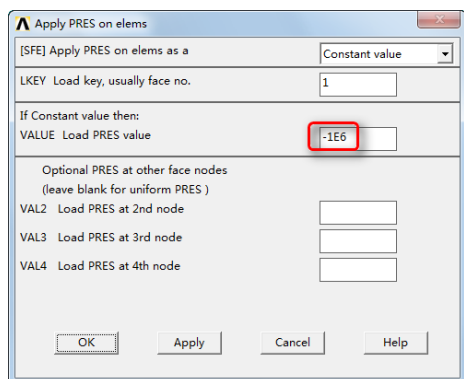

图 13-38 施加面载荷
④施加载荷：Main Menu > Solution > Define Loads > Apply > Structural > Pressure > On Elements，弹出“Apply PRES on elems”拾取菜单。单击“Pick All”按钮，弹出“Apply PRES on elems”对话框，如图 13-38 所示。在“VALUE Load PRES value”后面输入“-1E6”，单击“OK”按钮接受其余默认设置。